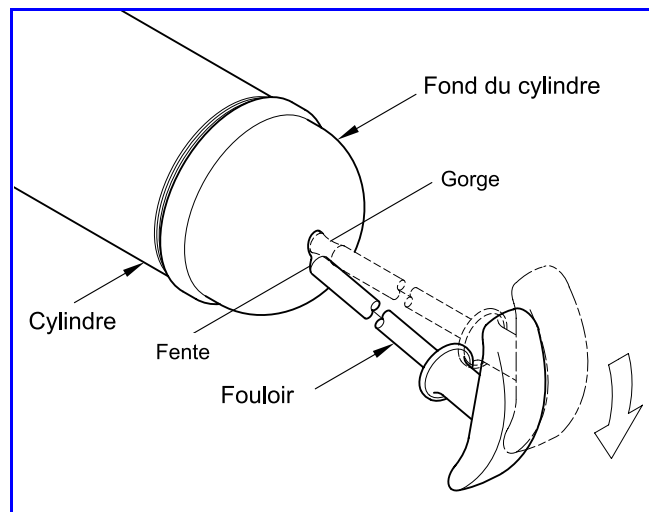

Figure 2 Fouloir engagé dans la fente au fond du cylindre
3. Bloquer la gorge* du fouloir dans la fente au fond du cylindre. Se reporter à la **figure 2**.
4. Bloquer la gorge du fouloir dans la fente au fond de cylindre. Se reporter à la **figure 2**.